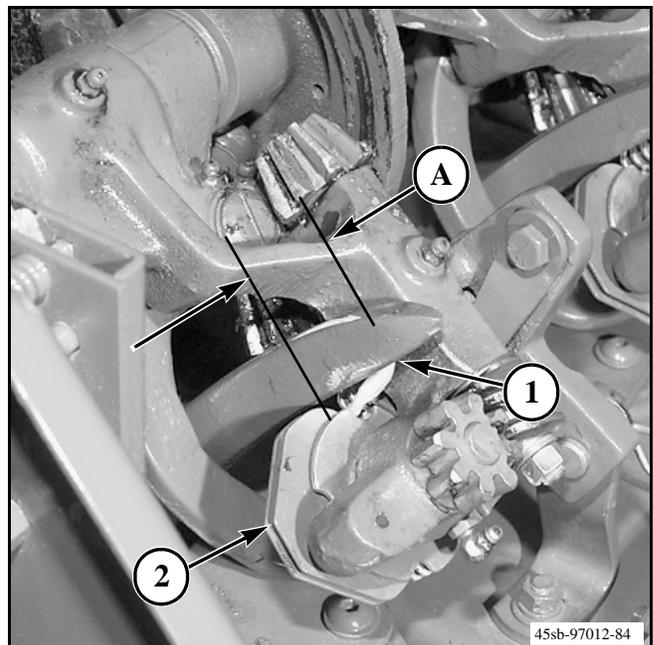

FIG. 68
FIG. 68: La penetración de la aguja es correcta cuando la parte inferior del ojo de la aguja (1) está de 51 a 57 mm (2 a 2-1/4 pulg.) (A) por encima del disco de cuerda (2).